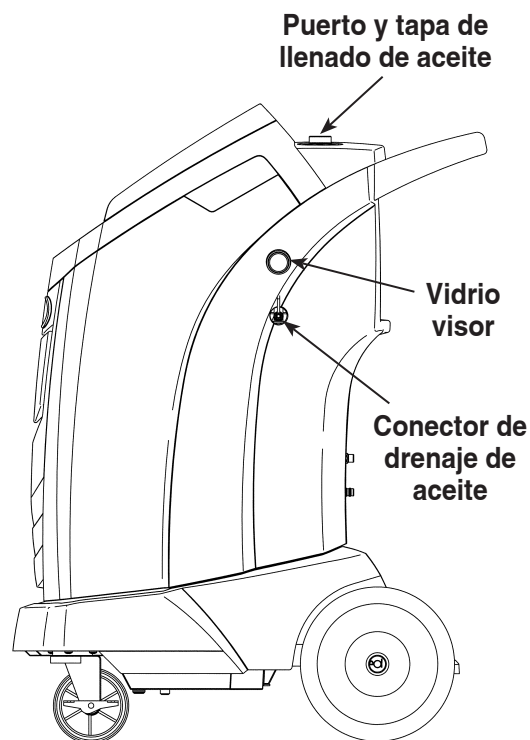

Figura 19
3. Luego de que el compresor se detenga, abra **lentamente** la tapa de llenado de aceite para verificar que no haya presión en la máquina. Luego quite cuidadosamente la tapa. Consulte la Figura 19.